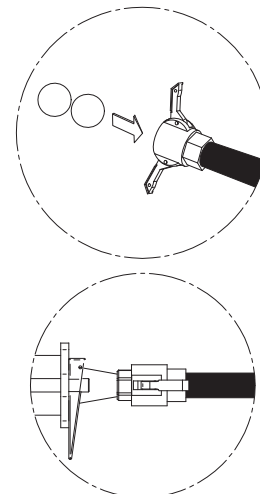

FIG.8
- Insérer dans les tuyauteries encore pleines de matériau deux éponges de lavage et remonter la tuyauterie dans le collecteur (fig.8).